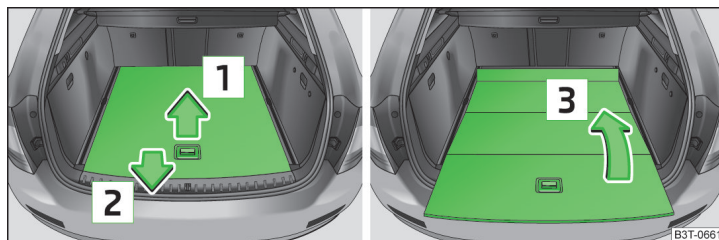
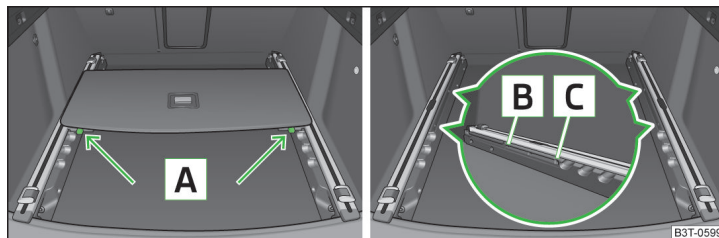

Fig. 115 Coffre à bagages : rabattre le plancher de chargement variable
Fig. 116 Coffre à bagages : dépose du plancher de chargement variable
- Attrapez la partie arrière du plancher de chargement variable par la poignée, soulevez-le légèrement dans le sens de la flèche [1] » fig. 115 et faites-le sortir en le tirant jusqu'au dessus du pare-chocs dans le sens de la flèche [2] jusqu'à ce qu'il s'enclenche dans l'ouverture [C] » fig. 116.
- Repliez le plancher de chargement en le déplaçant dans le sens de la flèche [3] » fig. 115.
- Appuyez sur les touches de verrouillage [A] » fig. 116 et sortez le plancher. ➤
- Poussez le plancher vers l'avant jusqu'à ce qu'il s'enclenche dans les ouvertures **[B]** des glissières de support » fig. 116.